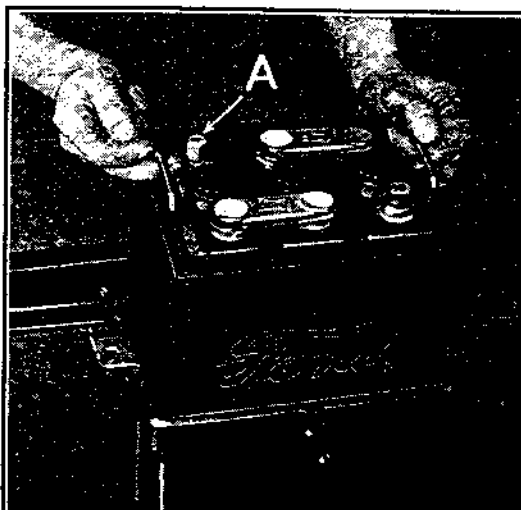

Fig. 83
**91** — Monter la batterie d'accumulateurs et sa boîte. Placer la boîte dans le support et mettre la batterie dans la boîte, de manière que la borne négative soit la plus près du côté du châssis. (Voir A, fig. 83.)